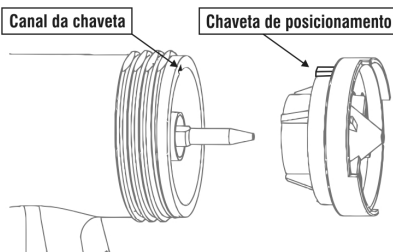

Fig. 7 - Montagem da capa de ar
- Para remontar a capa de ar deve-se encaixar a chaveta de posicionamento no seu encaixe, conforme Fig. 7. Remonte os demais componentes;